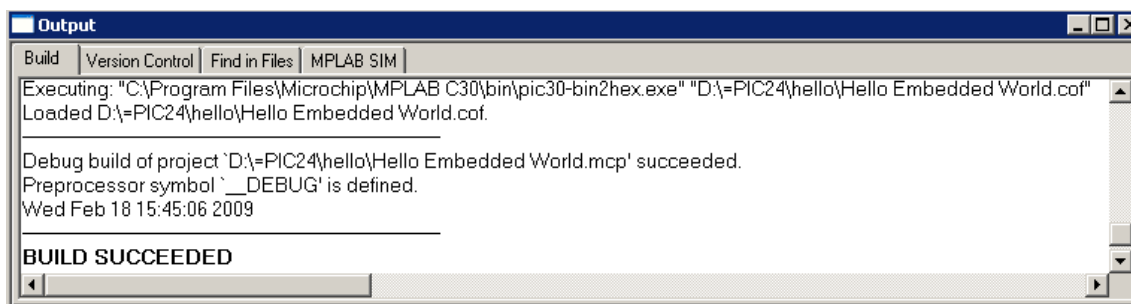

Рис. 1-2. Окно "Output" и вкладка "Build" после успешной сборки проекта
- 3) Выберите команду "*Project*→*Build*" и наблюдайте, как работают компилятор и компоновщик, генерируя исполняемый код и сообщения в окне "*Output*→*Build*" (см. **Рис. 1-2**).